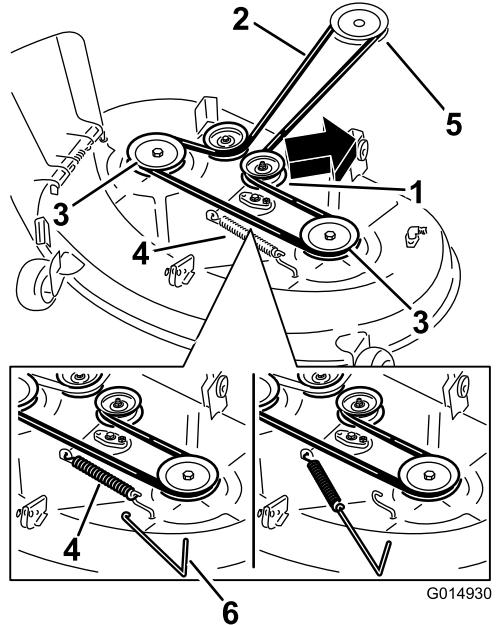

Figura 61
5. Usando una herramienta para la retirada de muelles (Pieza Toro N° 92-5771), retire el muelle tensor del gancho de la carcasa para eliminar la tensión de la polea tensora, y retire la correa de las poleas (Figura 61).
- Pase la correa nueva alrededor de las poleas del motor y del cortacésped (Figura 61).
- Usando una herramienta para la retirada de muelles, instale el muelle tensor sobre el gancho de la carcasa y tense la polea tensora y la correa del cortacésped (Figura 61).